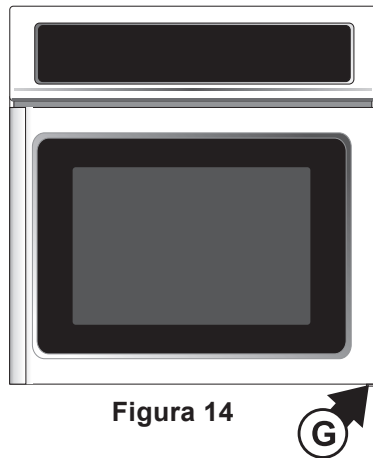

Figura 14
- 6.4.4. Coloque el pasador con rosca en la bisagra inferior (ver G, figura 14).